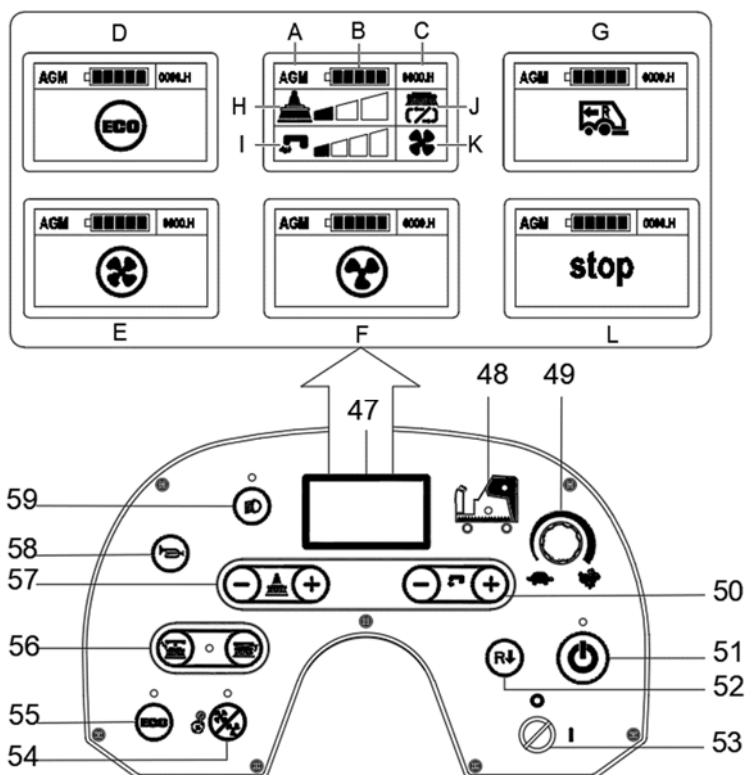

Figura 3
1. Inserați cheia de contact (53, Figura 3) și rotiți-o la poziția „I”. Ridicați puntea.